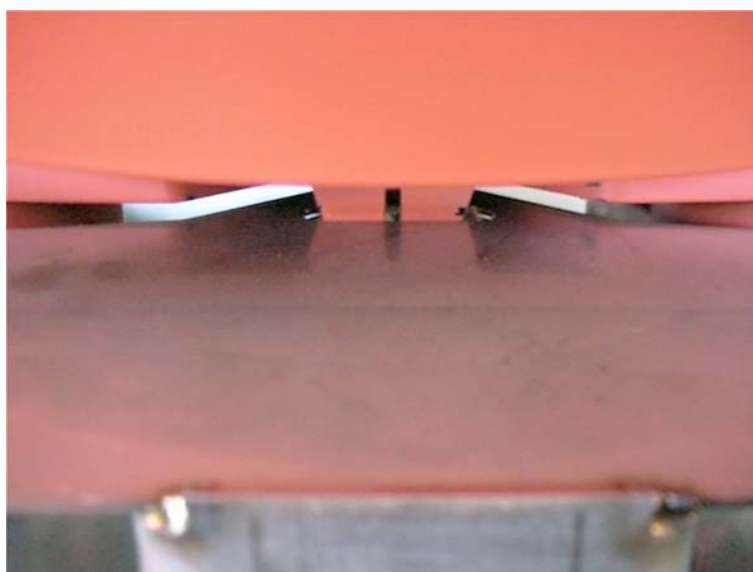

Fig. 2
- ☐ Accrocher le dispositif d'épandage sur 2 bandes à la « pointe de la tôle de guidage » (voir Fig. 2).